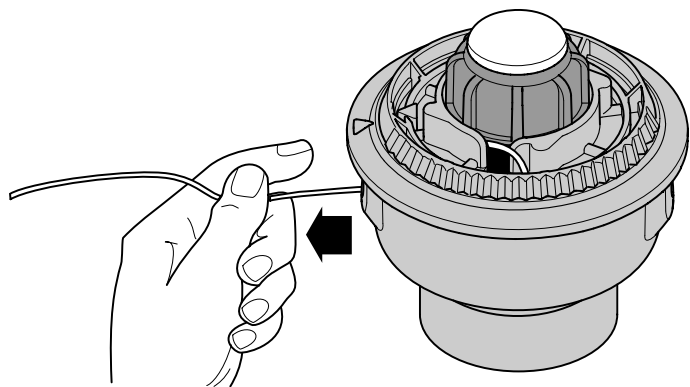

Fig. 23
6. Tirez le fil de la bobine extérieure jusqu'à ce qu'il soit bien serré contre le moulinet intérieur (Fig. 23).